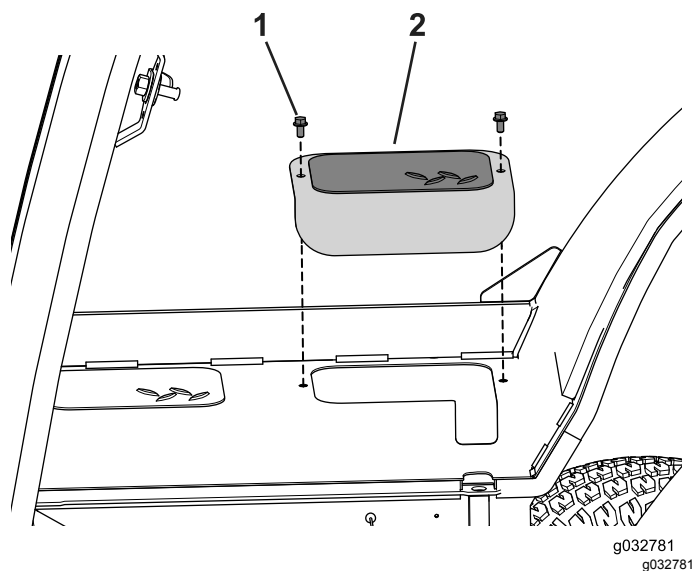

図 66
1. 機体左右それぞれの側でアクセスカバーを固定しているボルト2本を取り外す 図 66。
7. 昇降バーアセンブリを外し、先ほど外したアクセスカバーを元通りに取り付ける 図 66。